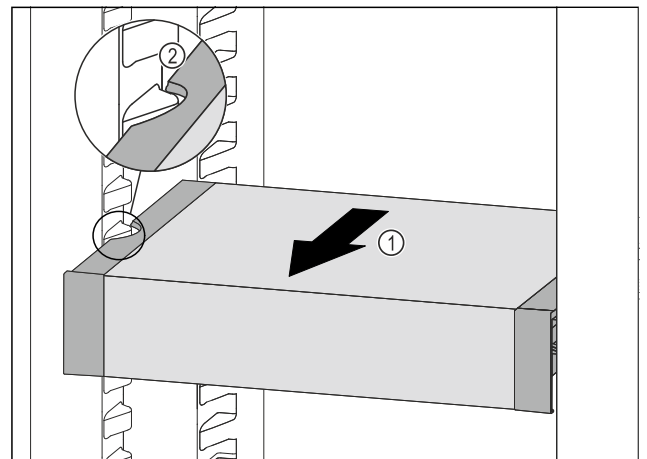

Fig. 180
- ▶ VarioSafe nach vorne ziehen *Fig. 180 (1)*, bis sich die seitlichen Aussparungen des VarioSafes auf Höhe der Behälterrippe im Kühlteil befinden. *Fig. 180 (2)*